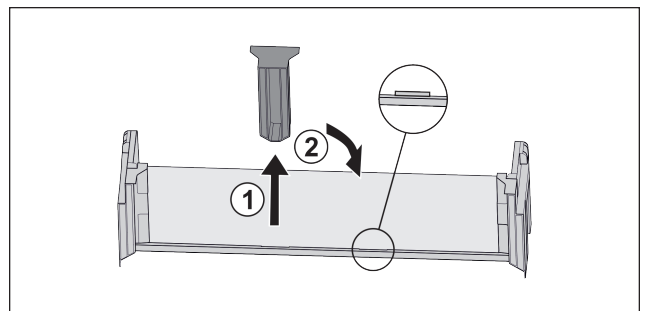

Fig. 24
- ▶ Estrarre l'elemento di supporto centrale Fig. 24 (1).
- ▶ Inserire l'elemento di supporto centrale sulla seconda posizione Fig. 24 (2).